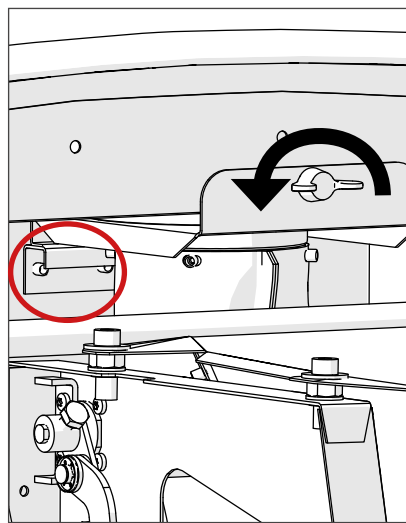

Abbildung 15
3. Lösen Sie die Flügelschraube an der Metallabdeckung über dem Hauptlüfter. (Abbildung 15).
4. Entfernen Sie den Lüfter vorsichtig aus der Toilette. Der Lüfter befindet sich auf einer Halterung an der Rückwand, die mit einer Gummidichtung fest an Ort und Stelle gehalten wird. Es ist daher notwendig, den Lüfter langsam herauszuwickeln. (Abbildung 15 & 16)
6. Bauen Sie den Lüfter wieder zusammen. Vergewissern Sie sich, dass der Lüfter richtig auf der Halterung in der Rückwand sitzt. (Abbildung 15)